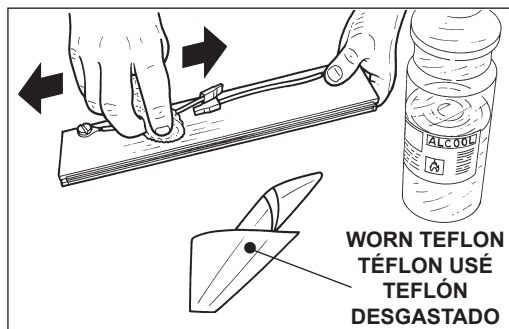

Fig. 3
- 4) Hold the sealbag and pull it upwards (B - Fig. 3).
- 4) Saisir et tirer vers le haut le roulement sous-barre (**B - Fig. 3**).
- 4) Tomar y tirar hacia arriba el cojinete situado debajo de la barra (**B, Fig. 3**).
- 3) Wipe the sealing bar with alcohol (Fig. 3).
- 3) Nettoyer la barre de soudure avec de l'alcool (Fig. 3).
- 3) Limpiar la barra soldadora con alcohol (Fig. 3);